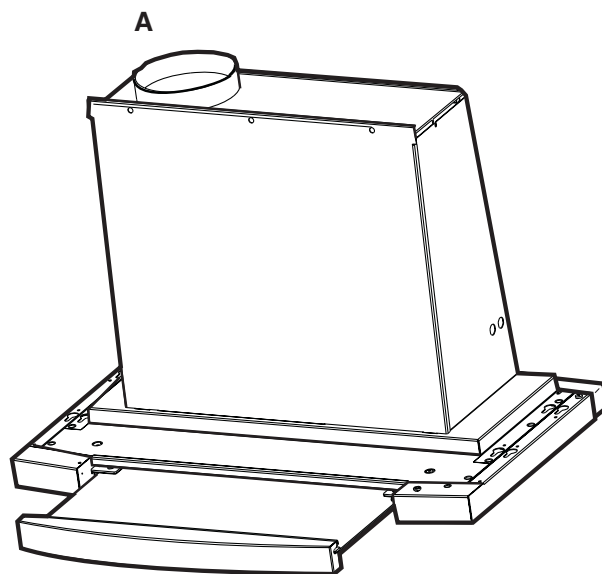

Fig. 1
- Luften leds ut av ett rör som skall sitta på anslutningsflänsen **A**. **Fig. 1**.